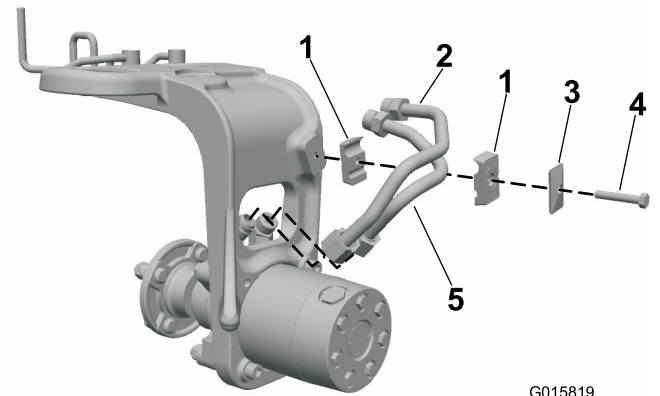

図 6
1. スチール製油圧ラインをホイールモータのフィッティングに仮止めする 図 6。
2. キャスタフォークにチューブクランプを取り付ける。このラインが油圧フィッティングとチューブクランプに無理なく接続するように調整する 図 6。
3. チューブクランプを固定するカバープレートとボルト 5/16 x 1 3/4" を 図 6 のように使用する。